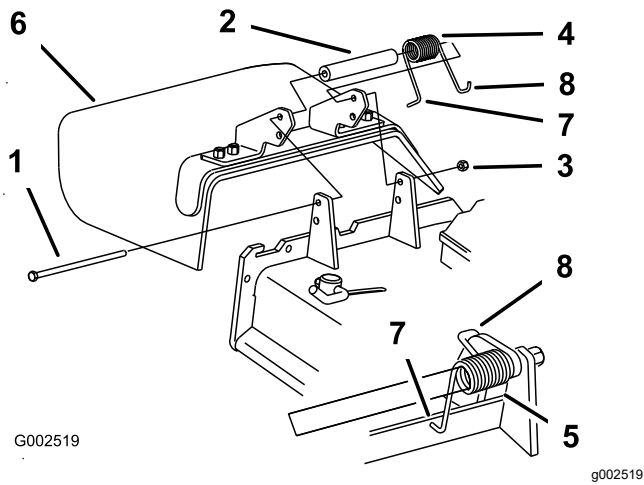

Figure 47
1. Retirez le contre-écrou, le boulon, le ressort et l'entretoise qui fixent le déflecteur aux supports de pivot (Figure 47).
Remarque: Prenez soin de placer l'extrémité en **L** du ressort derrière le bord du plateau avant de mettre le boulon en place, comme montré à la Figure 47.
5. Accrochez l'extrémité en **J** du ressort au déflecteur d'herbe (Figure 47).